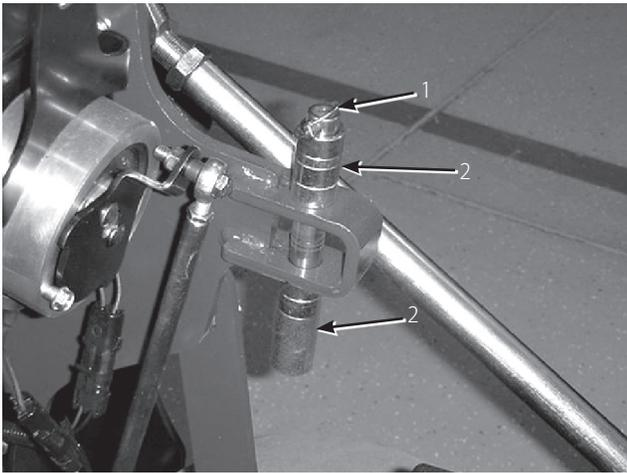

図 29
1. スペーサと深さピンを止めているリンチピン (図29) を外す。